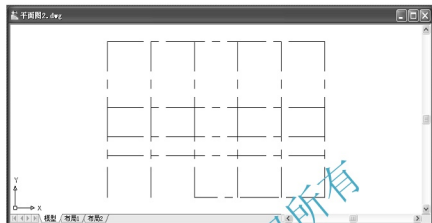

图 2.28 修剪 3 轴线左侧的 A 轴线
(1) 单击【修改】工具栏上的【修剪】图标或在命令行输入“Tr”并按 Enter 键,启动【修剪】命令。
① 在选择对象或<全部选择>:提示下,单击3轴线上的任意位置,3轴线变虚。注意,该步骤所选择的对象是剪切边界,即下面将以3轴线为剪切边界,来修剪A轴线。
② 在选择要修剪的对象,或按住 Shift 键选择要延伸的对象,或[栏选(F)/窗交(C)/投影(P)/边(E)/删除(R)/放弃(U)]:提示下,将光标移至 3 轴线左边的 A 轴线上,在任意位置单击,这样就以 3 轴线为边界将 A 轴线位于 3 轴线左侧的部分剪掉了,结果如图 2.28 所示。